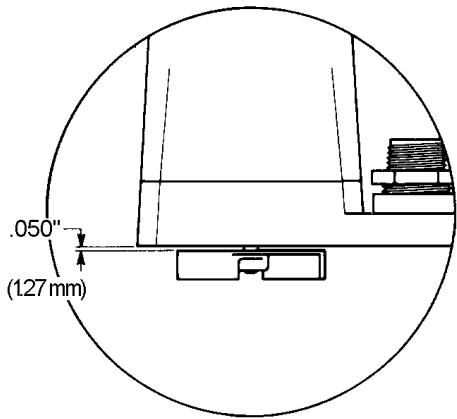

Figure 2
- If necessary remove the six (6) screws holding the volute base to the motor housing and clean the volute.
- If the impeller is removed make sure that a spacing of .050" (1.27 mm) with shaft pushed toward housing is maintained when reassembling. (See Figure 2.)
- Si la turbine est déposée, s'assurer qu'il existe un jeu de 1,3 mm (0,05 pouce) entre la turbine et le carter lorsque l'arbre est poussé à fond. Se reporter à la Figure 2.